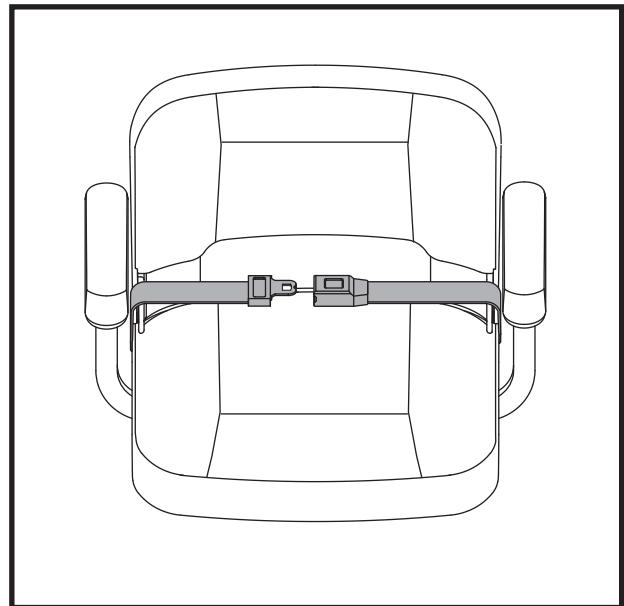

Figura 18. Cintura di sicurezza con aggancio metallico
1. Inserire il gancio metallico del lato destro della cintura nella chiusura di plastica al lato opposto spingendo fino a sentire un "click". **Vedere figura 18.**